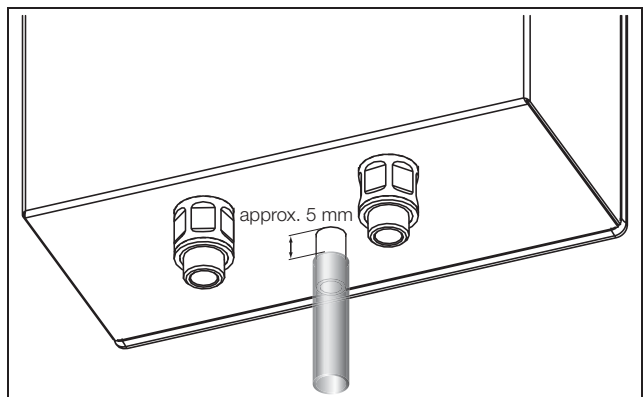

Fig. 8: Conectar la salida del agua de condensación
- Conecte una manguera flexible adecuada (\varnothing 12 mm, 1/2") sobre el codo de salida del agua de condensación según imagen 8 (parte inferior del equipo).
Para facilitar la limpieza debe mantenerse una distancia de 5 mm entre la manguera y la parte inferior de la caja (imagen 8).